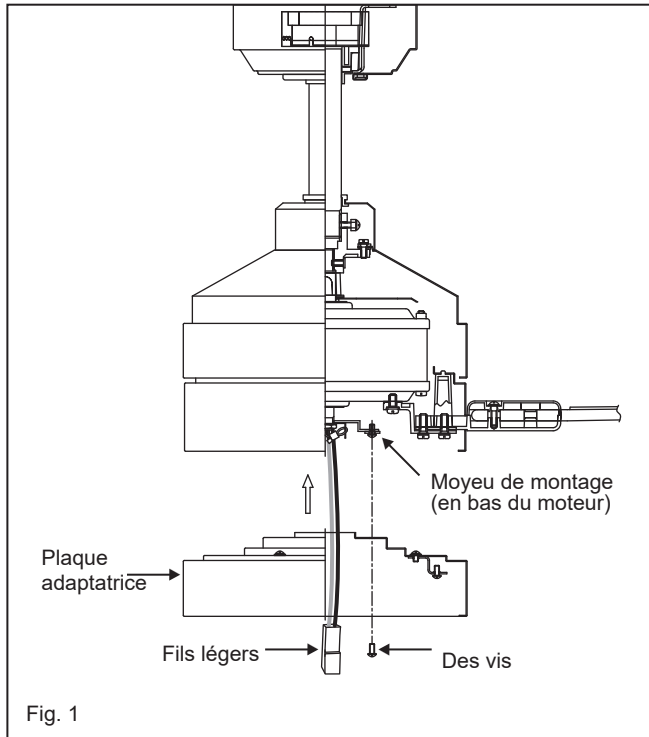

Fig. 1
- 2 Retirez l'une des trois vis du moyeu de montage situé sur le moteur du ventilateur. Desserrez les 2 autres vis. (Ne pas retirer) (Fig. 1)
- 1 Sélectionnez un emplacement souhaité. Utilisez la plaque murale pour marquer l'emplacement des trous de montage. Des chevilles murales en plastique ou des vis de montage sont nécessaires pour cette application. (Fig. 1)